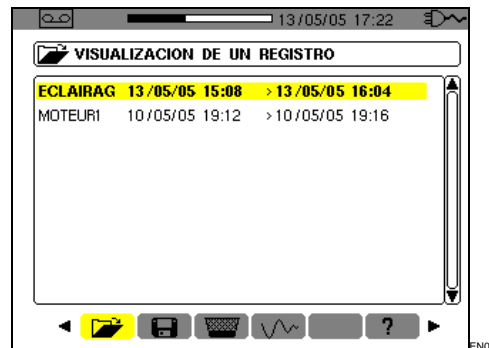

Figura 50: ejemplo de pantalla de campañas de registros.
8.	Volver a la pantalla anterior (Figura 50).